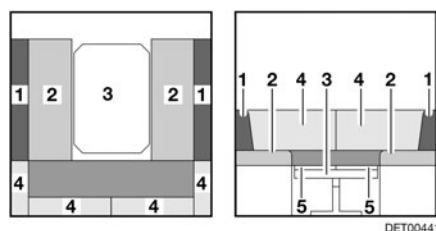

Fig. 115 Pendant la transformation
- Extraire les sommiers de lit (Fig. 115,5).
- Tirer les coussins d'assise (Fig. 115,2) vers le centre.
- Placer les coussins de dossier (Fig. 115,1) entre les coussins d'assise et la paroi extérieure.
- Enlever les coussins de dossiers (Fig. 115,4) et les placer de côté.